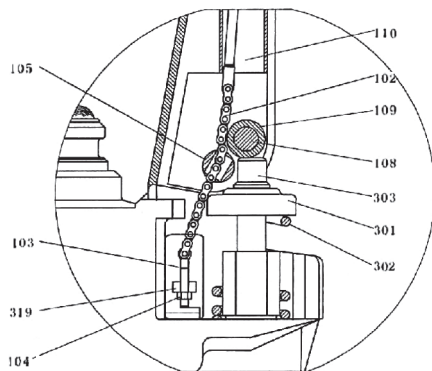

Fig. 3
- Sett manøvreringshåndtaket (117) i «LOWER» posisjon, og tre deretter i justeringsmutteren (104), justeringsbolten (103) og kjedet (102) gjennom hullet i splinten (105). Se fig. 3.